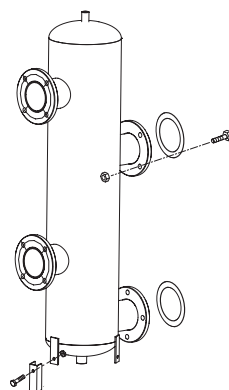

Fig. 6
1.10 COMPENSATORE IDRAULICO COD. 8101553 (da richiedere a parte) (fig. 6)